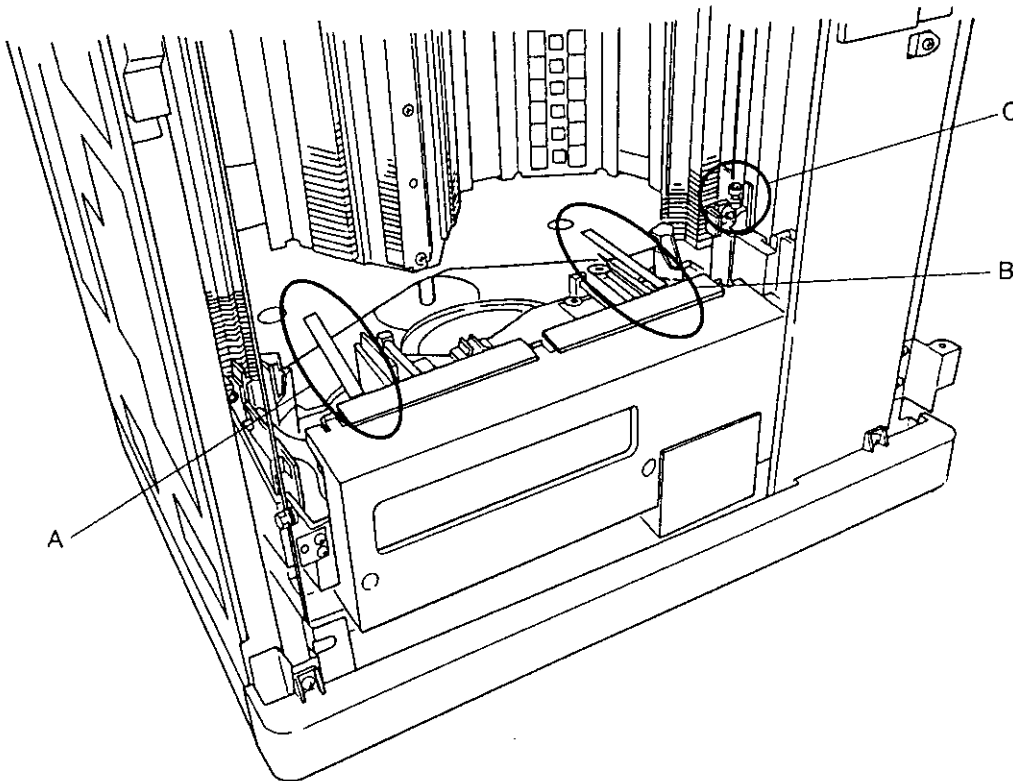

Fig. 9-1
9.1 AJUSTE HORIZONTAL DEL CONJUNTO DE LA BASE DE TRANSFERENCIA (Fig. 9-1)